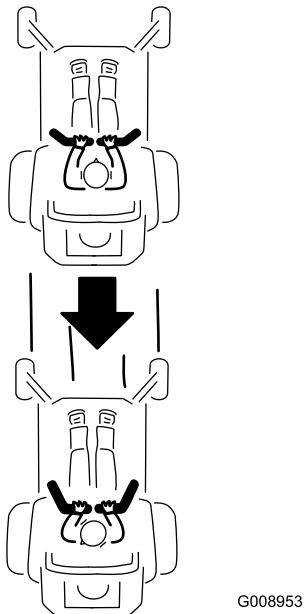

Figura 35
2. Para andar para trás, puxe as alavancas de controlo do movimento lentamente para trás (Figura 35).